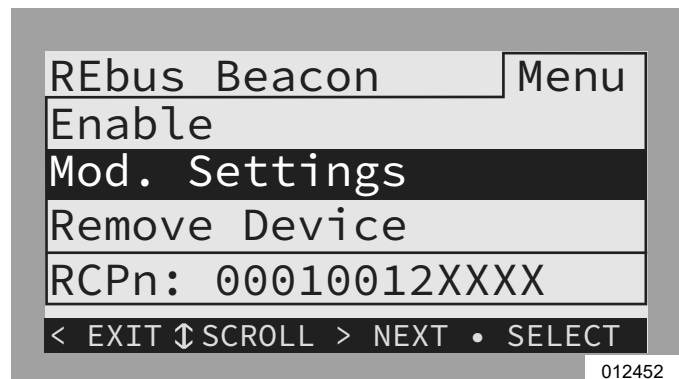

Figura 6-15. Configuración del programa TOU (2 de 4)
2. Consulte la Figura 6-15. Use las flechas hacia arriba y hacia abajo para resaltar Mod. Settings y presione el botón central para ingresar al menú de ajustes.